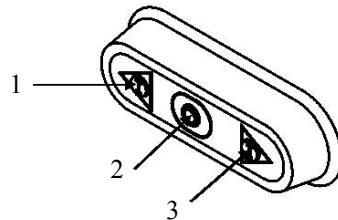

ABB. Nr.8 - Steuerapparat
3. Das Fleisch auf dem Trichter stellen (8), danach die Maschine durch den Steuerknopf "I" (punkt. 2 - ABB. Nr.8) in betrieb setzen;
4. Der Stoßel aufheben (7) und das Produkt in der Pinole hineinstecken; den Stoßel benutzen, nur um die Einfügung des Fleisches in dem Fleischwolf zu helfen;
6. An der Ende der Schnittbearbeitung die Maschine durch den Schaltknopf "0" ausschalten (siehe ABB. Nr. 8), dann, die Fleischwolfeintritt abmondieren und alle Teile reinigen (siehe ABB. Nr. 1).
7. Im Fall Klemmen oder Problemen von Vermahlung die Maschine ausschalten und auf die Umkehrsteuerung "I" in Zeitabstände drücken (Punkt. 1 - ABB. Nr. 8); dann die Maschine wiederanschalten durch den Schaltknopf Start "I" (Punkt 2 - ABB. Nr. 8).
2. Der Reibhebel aufheben (15) und das Produkt in der Reibeiseneintritt stellen während es mit dem Reibhebel blockiert wird. Die Menge Produkts in der Reiböffnung muß nicht die Sperrung des Hebels verhindern;
3. Machen sich sicher, daß die Unterlegschale (12) richtig gestellt ist (das heißt, bis an dem Maschinehauptteil zu stoßen), so daß das Mikro reagiert und das Inbetriebsetzung der Maschine erlaubt.
4. Die Maschine durch dem Steuerknopf "I" (punkt 2 - ABB. Nr. 8) in Betrieb setzen;
5. An der Ende der Bearbeitung die Maschine durch der Steuerknopf "0" ausschalten (siehe ABB. Nr. 8), dann die Reiböffnung abmondieren und alle Teile reinigen (siehe Paragraph 6.2).
6. Im Fall Klemmen oder Sperre der Walze die Maschine ausschalten und auf die Umkehrsteuerung "I" in Zeitadständen drücken (Punkt. 1 - ABB. Nr. 8); dann die Maschine wiederanschalten durch den Schaltknopf Start "I" (Punkt 2 - ABB. Nr. 8).
- 1 Die Maschine durch den Schaltknopf "I" (Punkt 2 -ABB. Nr. 8) in Betrieb setzen und dann sie durch den Schaltknopf "0" (Punkt. 3 - ABB. Nr.8) stoppen;
Die Maschine ist mit einem der Leistungsaufnahme angemessenen Speisekabel (Durchmesser $5 \times 1,5 \text{ mm}^2$), Länge 1,5 m. Die Maschine 400 Volt 50 Hz durch einen (CEI) Stecker (roten) dreiphasig schalten, und ein 10A, $\Delta I = 0,03\text{A}$ differential-thermomagnetischer Schalter dazwischenlegen. Dann, machen sich sicher, daß die Erdanlage gut arbeitet. Bevor die Maschine dem dreiphasischen Stromnetz zu schalten, die Drehrichtung des Trichters und der Reibwalze durch den Schaltknopf "I" prüfen (Punkt 2 -ABB. Nr. 8). Dann die Maschine durch den Schaltknopf "O" anhalten.